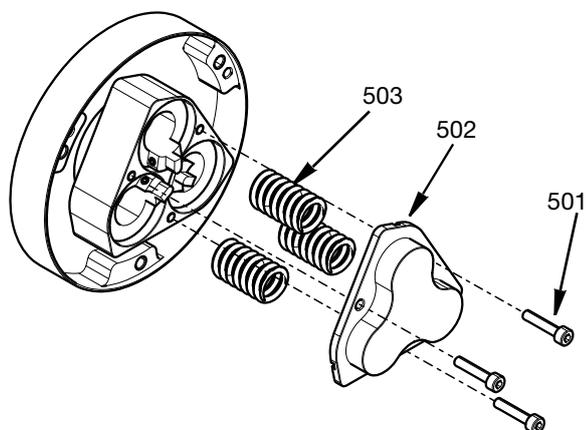

Fig. 32
13. Вставьте пружины (503) в поршни, установите крышку цилиндра (502) на пружины и закрепите на корпусе цилиндра тремя винтами М4 (501). Затяните с усилием 3,3 Н•м (29,2 дюйм-фунта). См. Fig. 32.